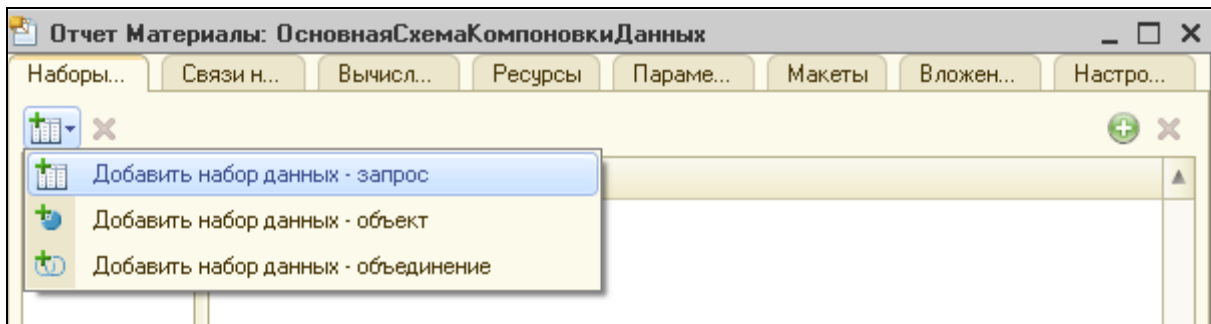

Рисунок 4.1 Добавление набора данных – запрос
3. Добавить набор данных – запрос (рис.4.1)